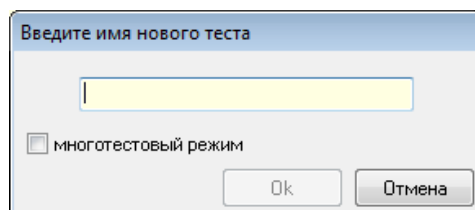

Рис.17 Окно ввода имени нового теста
2. После чего в следующем окне (Рис.17) ввести имя нового теста, при необходимости активизировать опцию **многотестовый режим** (см. п. **Многотестовый режим**) и нажать на кнопку **Ок**.